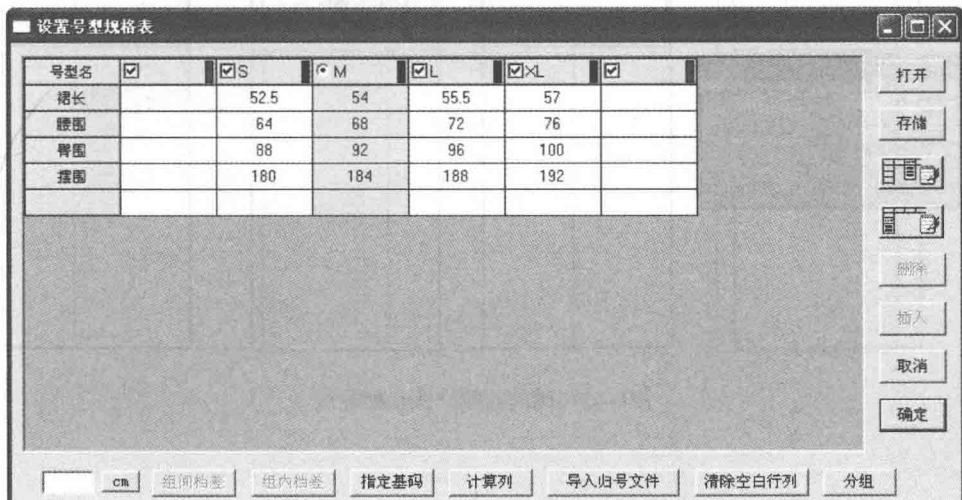

图6-21 设置号型规格表
(1) 单击【号型】菜单→【号型编辑】，在设置号型规格表中输入尺寸 (图 6-21)。
(2) 选择  【智能笔】工具在空白处拖定出裙长 54cm，前臀围 23cm (计算公式： $\frac{\text{臀围 } 92\text{cm}}{4}$)。选择  【智能笔】工具按住【Shift】键，进入【平行线】功能。输入臀高